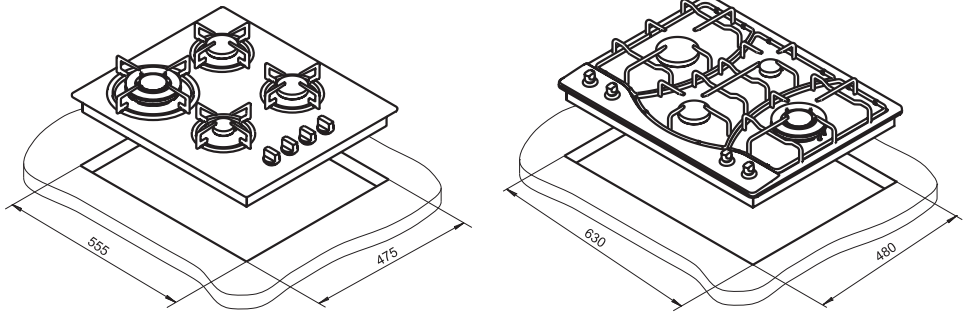

рис. 1
■ Выполнить в столешнице вырез с размерами 630x480 мм для моделей BGM341 01...04, для остальных моделей - вырез с размерами 555x475 мм (см. рис. 1) и проверить входимость плиты в вырез столешницы. При необходимости подработать вырез таким образом, чтобы плита свободно устанавливалась и извлекалась из столешницы.